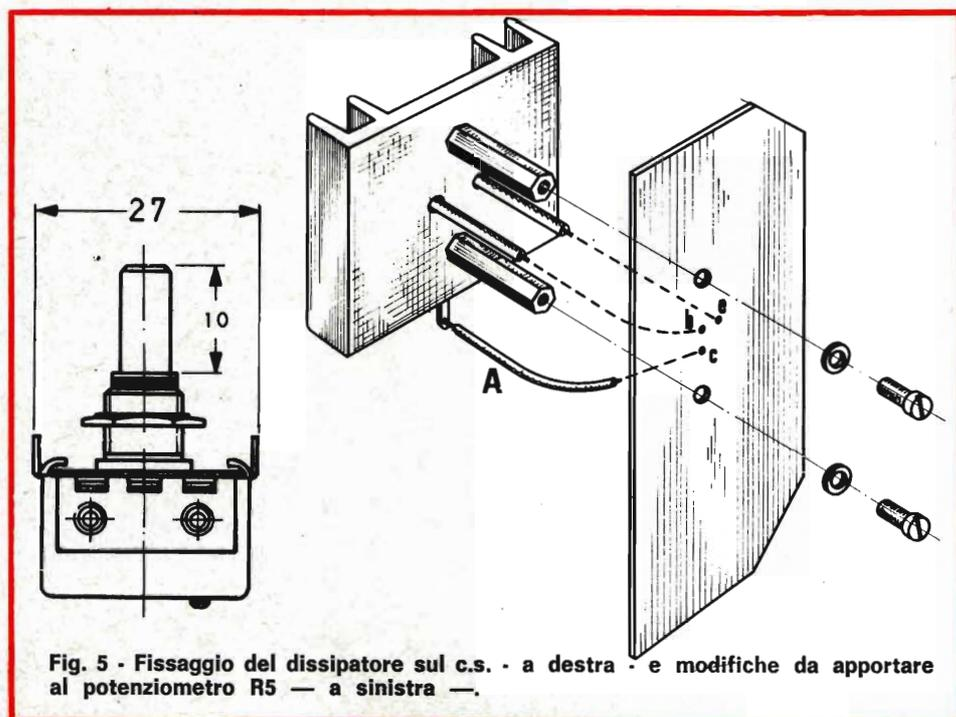

Fig. 5 - Fissaggio del dissipatore sul c.s. - a destra - e modifiche da apportare al potenziometro R5 - a sinistra -.
due spezzone di tubetto sterlingato del  $\varnothing$  di 3 mm e di lunghezza cm 3. (Vedi i particolari fig. 5).
- Collegare l'altra estremità del collegamento A al terminale del collettore di TR2. Vedi particolari di fig. 5.